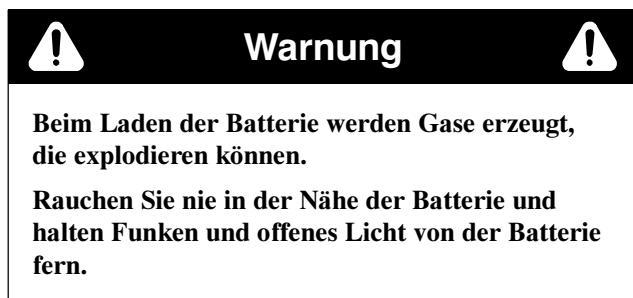

## Bild 4
2. Entfernen Sie die Entlüftungsdeckel von der Batterie. Gießen Sie langsam Batteriesäure in jede Batteriezelle, bis der Säurestand die obere Linie (Bild 4) am Batteriegehäuse erreicht.
3. Warten Sie nach dem Füllen der Batteriezellen fünf bis zehn Minuten. Gießen Sie bei Bedarf langsam Batteriesäure in jede Batteriezelle, bis der Säurestand die obere Linie (Bild 4) am Batteriegehäuse erreicht.